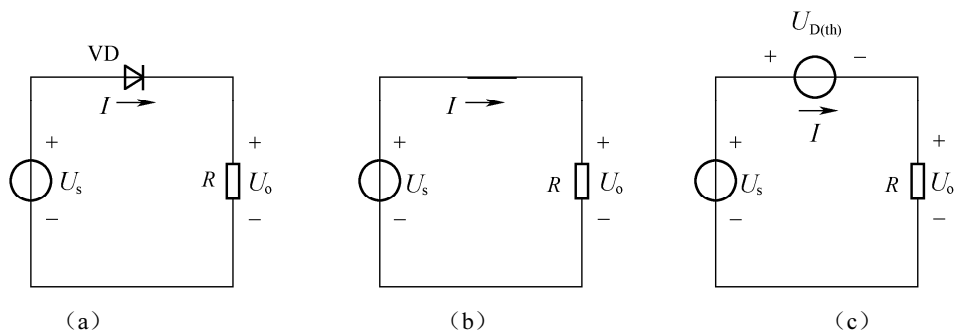

图 1.2-8 简单二极管电路
**例 1.1** 二极管电路如图 1.2-8 (a) 所示, 二极管为硅管,  $R=2k\Omega$ 。试用二极管的理想模型和恒压降模型, 分别求出  $U_s=6V$  和  $U_s=18V$  时回路的电流  $I_0$  和输出电压  $U_0$  的值。
**解:** 将二极管用理想模型和恒压降模型代入, 可作出如图 1.2-8 (b) 和 1.2-8 (c) 所示电路。
(1) 当  $U_S=6V$  时, 由图 1.2-8 (b) 可得
由图 1.2-8 (c) 可得
(2) 当  $U_S=18V$  时, 由图 1.2-8 (b) 可得